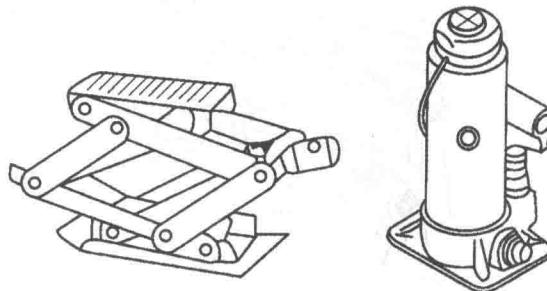

图 1-13 千斤顶
② 注油方法。
③ 加注润滑脂时,不进油的主要原因有:滑脂枪缸筒内无黄油或压力缸筒内的黄油间有空气、滑脂枪压油阀堵塞或注油接头堵塞、滑脂枪弹簧疲劳过软而造成弹力不足或弹簧折断而失效、柱塞磨损过甚而导致漏油、油脂嘴被泥污堵塞而不能注入黄油等。
12. 千斤顶(如图 1-13)